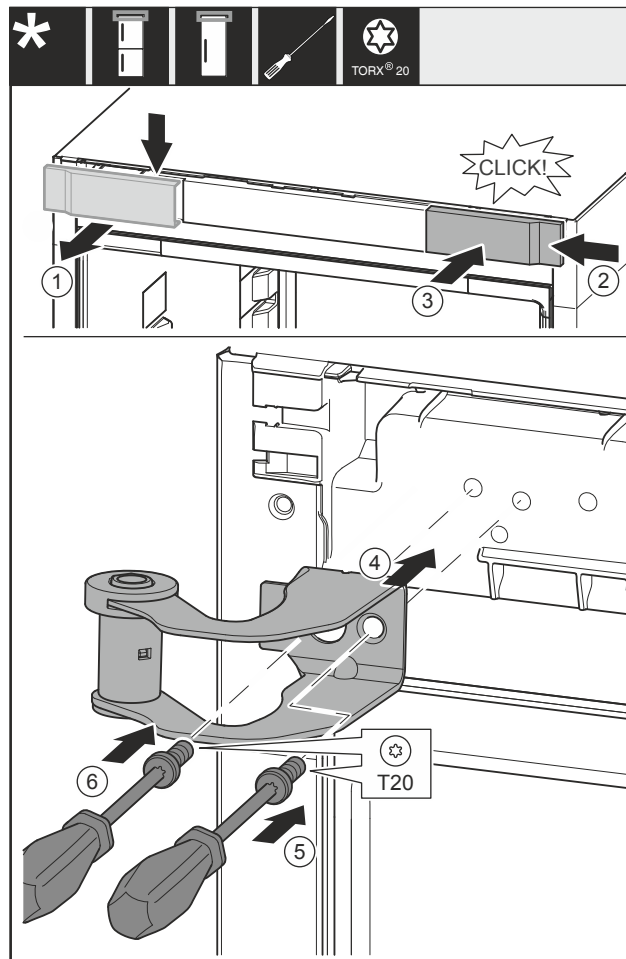

Fig. 34
- ▶ Снимите крышку Fig. 34 (1) сверху вперед.
- ▶ Навесьте крышку Fig. 34 (2), повернув ее на 180°, справа с другой стороны.
- ▶ Зафиксируйте крышку Fig. 34 (3).
- ▶ Установите верхний опорный кронштейн Fig. 34 (4).
- ▶ Затяните винт Fig. 34 (5).
- ▶ Затяните винт Fig. 34 (6).